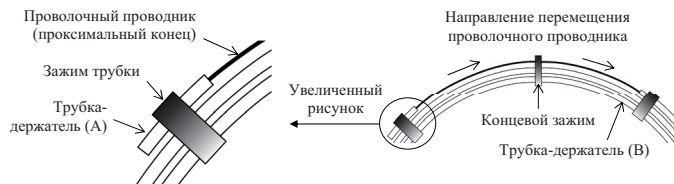

Рис. 1
- Извлеките провололочный проводник из зажима, затем медленно и плавно перемещайте провололочный проводник, проталкивая дистальный конец провололочного проводника через трубку-держатель (В) (рис. 1).